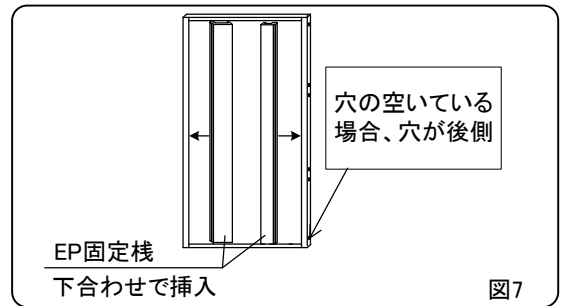

図7
①EP固定棧をパネル本体前後に下合わせで挿入してください。(図7)